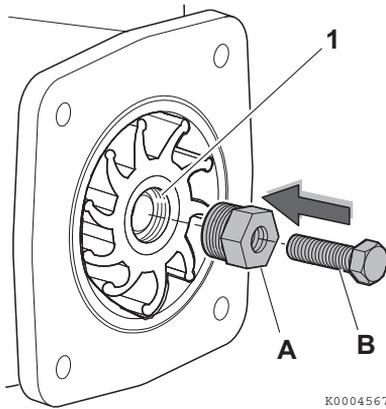
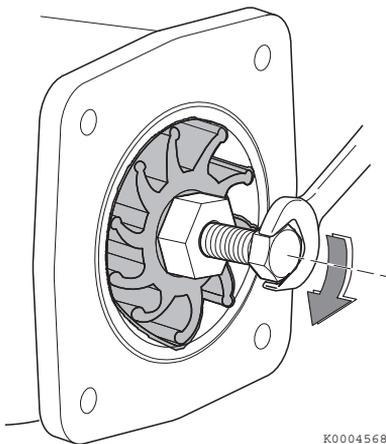

Figura 17
Figura 18
Nota: Quando substituir um rotor usado por um novo, o rotor deverá de ter uma rosca M18 x 1,5 (Figura 17, (1)). Rode o lado do parafuso M18 da hélice para o lado da cobertura e instale (Figura 18).